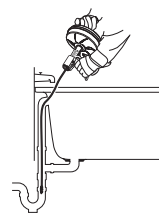

Figura 6
- En tinas o bañeras, no intente introducir el cable por el desagüe. Podría dañarse el cable. Para acceder al desagüe, retire la placa del rebosadero de la tina y cualquier mecanismo interior que tenga (*vea la Figura 6*).